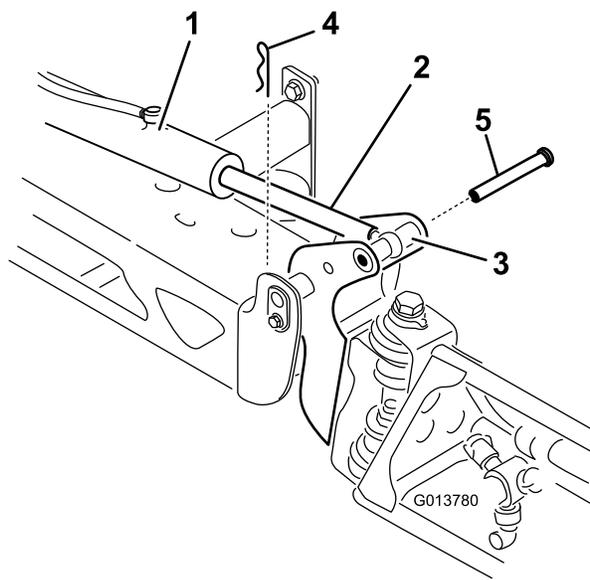

图96
2. 从枢轴销（图96）上拆下开口销。
3. 向上提起喷洒臂，拆下柱销（图96），然后将喷洒臂慢慢放到地面上。
9. 支撑住喷洒臂、将柱销插入喷洒臂枢轴和提升器杆（图96）。